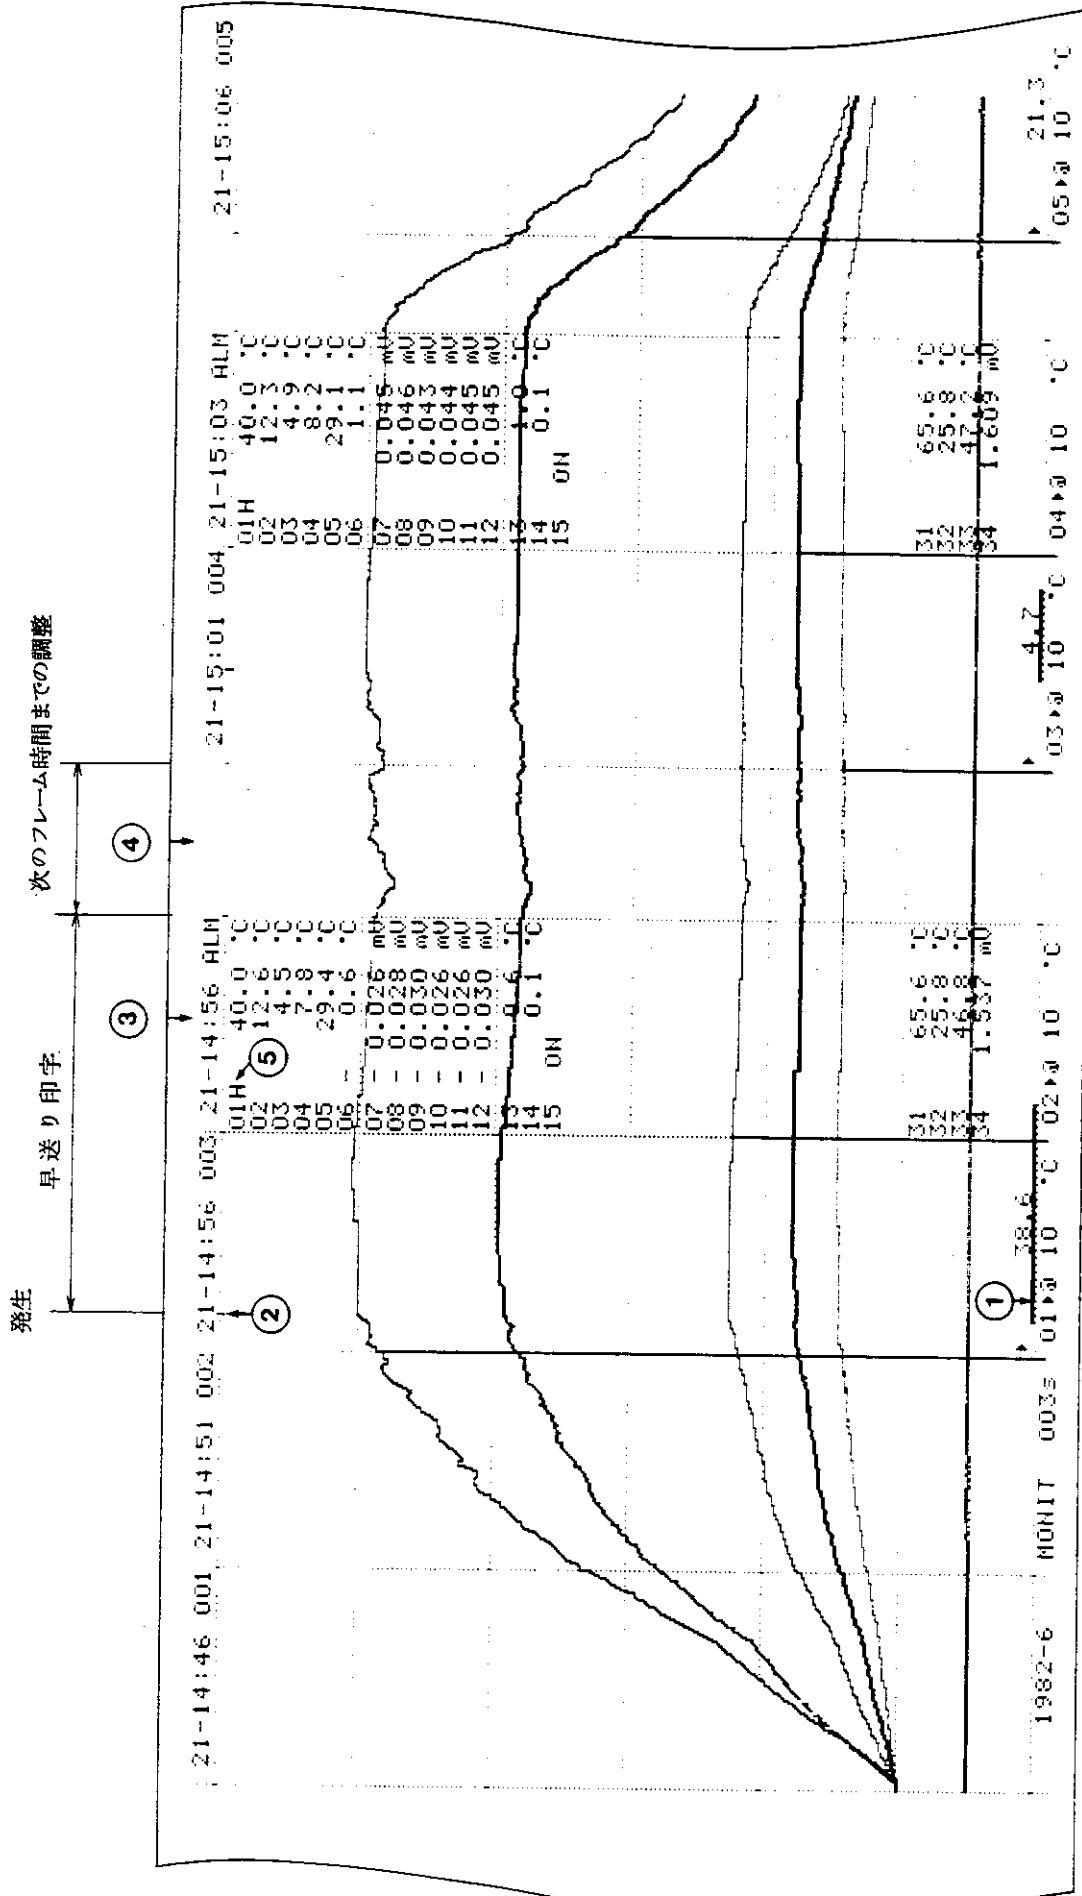

図 4-12 印字例 10 : モニタ・アラーム・モードの説明
[図 4-12, 13] にモニタ・アラーム・モードにおける印字例を示します。
- ① アラーム・マーク：アラームが継続して発生していることを示します。
- ② 新アラーム発生マーク：新しい要因によるアラームが発生したことを示し、また次のフレームにアラーム・データを印字するため、この時から早送り印字が行なわれていることも示します。
- ③ アラーム・データ：②の新アラーム発生マークで示されるモニタ・スキャンでアラームが発生し、その時のすべてのチャンネルのデータをデジタル記録しています。
- ④ 特殊フレーム：アラーム・データを印字した後、次のログ・スキャン時間までの時間調整フレームを示します。
- ⑤ アラーム発生チャンネルのデータ：[図 4-12] の例では、01 CH. で High アラームが発生したことを示しています。